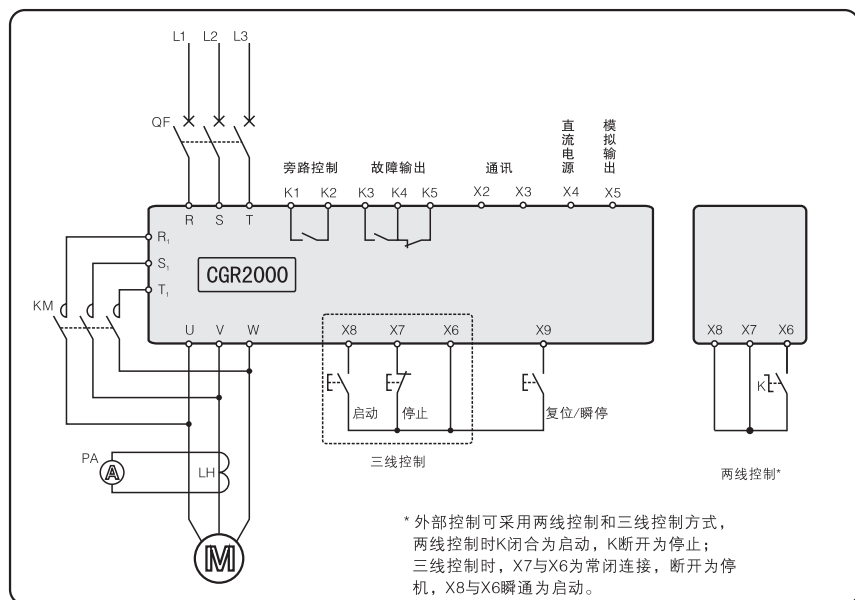

图 5-2
CGR2000系列软启动器在启动完成后，具备在线运行保护功能，一般情况下不需要安装其它电机保护装置。若在特殊条件下，用户加装电机保护器等装置，可进一步提高对电机的保护能力，详见图5-2。
① 用户使用CGR2000系列软启动器时，如需远控操作或利用故障输出端子作为断路器脱扣控制信号或故障告警信号可直接从外控端子上连接相应的接线；如用户只需采用本机键盘操作，则相应的外部数字输入和通讯接口端子不用接线。
② CGR2000系列软启动器外部启动、停车控制有两种接线方式，即三线控制接线和两线控制接线，详见图5-2。